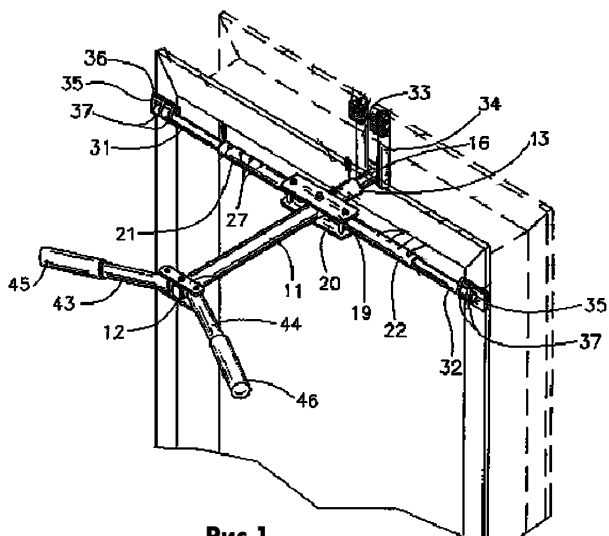

Рис.1
**Устанавливаемое на двери разборное устройство** описано в патенте США 6508743 (2003 г.). Конструкция состоит (рис.1) из трубчатой оси 11, на передней части которой 12 закреплены рукоятки 43, 44 с ручками 45, 46. Задняя часть 13 оси 11 имеет выступ 16, который фиксируется щечками 33, 34. Ось 11 также фиксируется другой парой щечек 19, 20, закрепленных на полуосях 21, 22 с множеством отверстий 27. На них закреплены поддерживающие выступы 31, 32, которые фиксируются на боковых сторонах дверной рамы с помощью креплений 35, 36, 37. Предлагаемая конструкция позволяет выполнить значительно больший объем физических упражнений, чем описанные ранее.